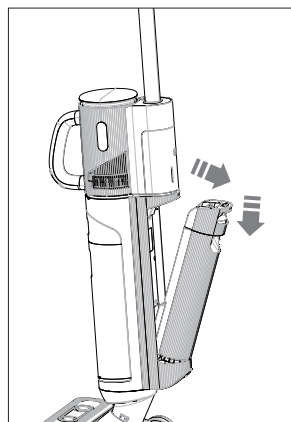

Fig. 6 – Extracción del depósito de agua
- ▶ Agarre el asidero del depósito de agua limpia (14) y presione hacia abajo el botón de desbloqueo del depósito de agua limpia (15).
- ▶ Extraiga el depósito de agua limpia del cuerpo del aparato (véase Fig. 6).